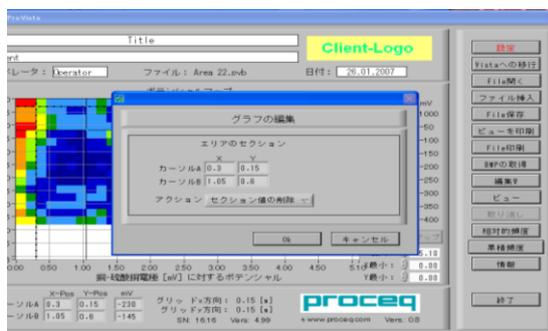

図:2-20
- 電位マップで不要な値の削除が行えます。編集ボタンをクリックすると、図 2-20 が表示されます。